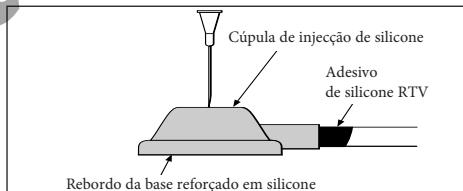

FIGURA 3
a) Insira uma nova agulha, estéril, de calibre 21 (ou inferior) no local de injeção. Idealmente, a agulha deve entrar perpendicularmente ao topo do local de injeção, conforme apresentado na Figura 3.